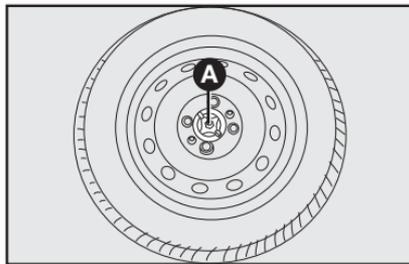

fig. 3
- Afloje el dispositivo de bloqueo **A-fig. 3**, saque la rueda de repuesto y el portaherramientas colocándolos junto a la rueda que debe sustituir.